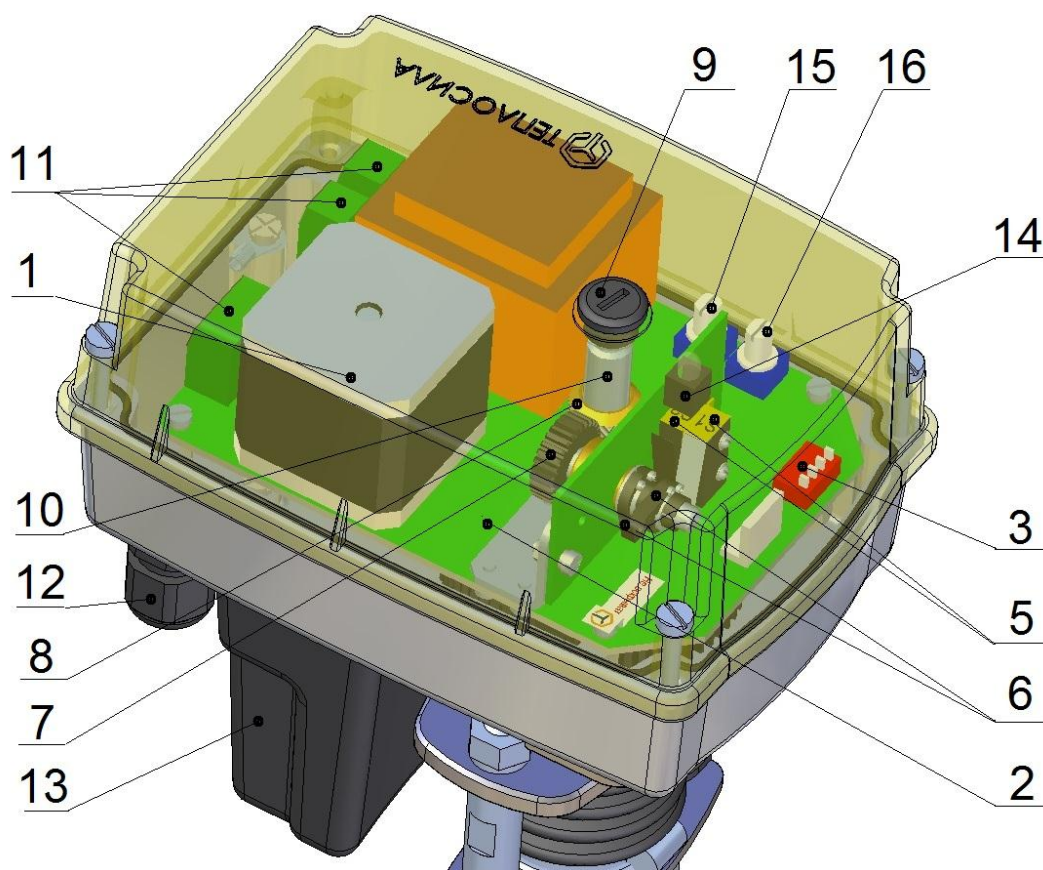

Рисунок 1 – Общий вид TSL-XXXX-XX-1T(1TR)-230
- снять верхнюю крышку (8) электропривода, предварительно открутив винты;
- провести проводники (рисунок 1) через кабельные вводы (12) и присоединить к контактам клеммных колодок (11) электропривода согласно схеме Приложения Б.